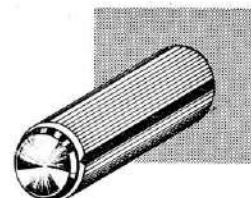

Fig. 8
Sélecteur (B), rainure de repère sur toute la longueur de la partie extérieure de la touche (fig. 8).
Tourner l'ensemble de la touche pour placer la rainure repère (fig. 8) en face de la position correspondant à la bande désirée (voir tableau page 10).